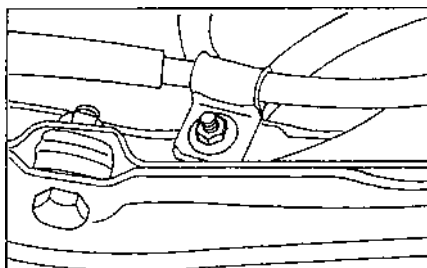

Рис. 7.61.
- открутив гайки, отсоединить тросы от рычагов задней подвески (рис. 7.61);